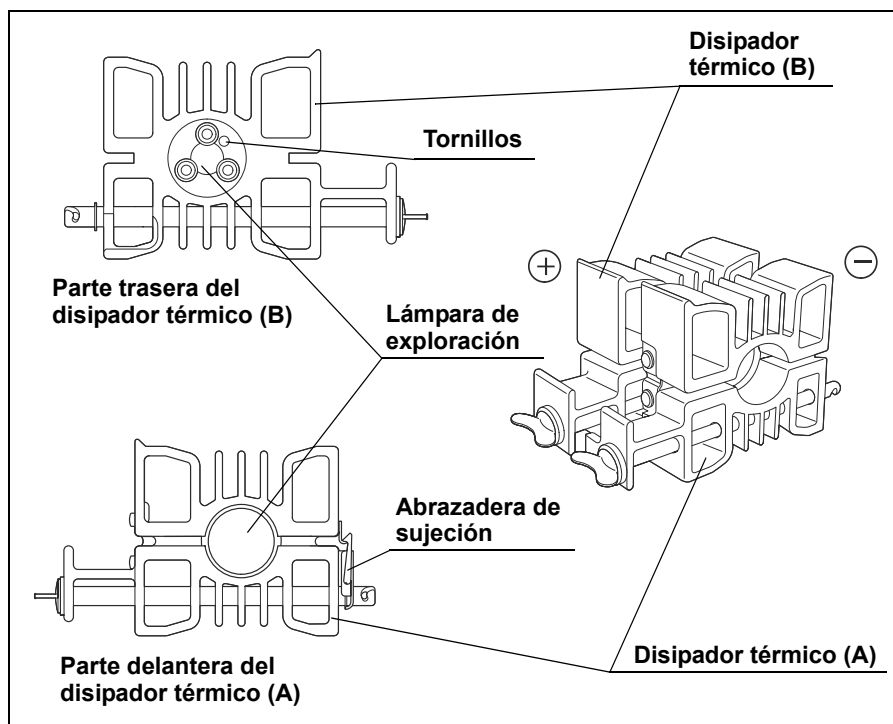

Figura 5.5
10. Con la ayuda de la llave hexagonal, afloje los tres tornillos del disipador térmico (B) (en el lado "+" de la lámpara de exploración o el disipador térmico (B)) y extraiga el disipador térmico (B) de la lámpara de exploración (véase la figura 5.5).